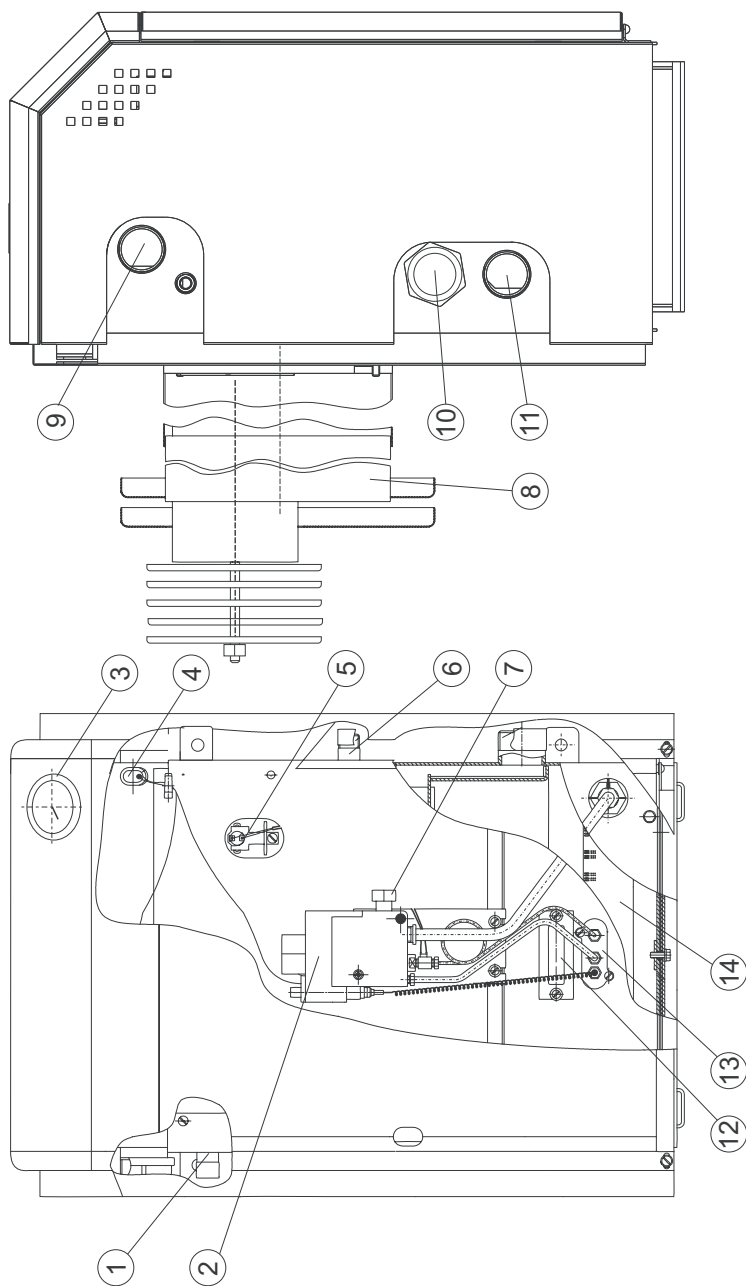

Рис. 1. Будова апарата
5.1. В конструкції апаратів потужністю 7-12,5 кВт передбачено місце для установки електричних нагрівальних елементів (ТЕНів) (рис.1, поз. 10) з характеристиками, зазначеними в таблиці:
Для установки ТЕНа необхідно злити воду з апарата (системи опалення), відкрутити заглушку (рис.1 поз. 10) і встановити на її місце ТЕН з характеристиками, що відповідають таблиці 2. Залити воду в апарат (систему опалення). Перед запуском апарата перевірити герметичність установки ТЕНа.
Перед введенням апарата в експлуатацію необхідно залити 10-15 мл машинної оливи в стаканчик корпусу апарата (поз. 3, рис. 1)!
Для вмикання основного газового пальника **плавно** поверніть рукоятку керування проти годинникової стрілки до положення 1...7. Максимальна температура теплоносія відповідає цифрі 7 на рукоятці керування. Контроль температури необхідно вести по термоіндикатору (поз. 11, рис. 1).
Регулювання температури теплоносія здійснює термостат газового клапана через термочутливий балон, вставлений у стаканчик корпусу апарата (п. 3, рис. 1).